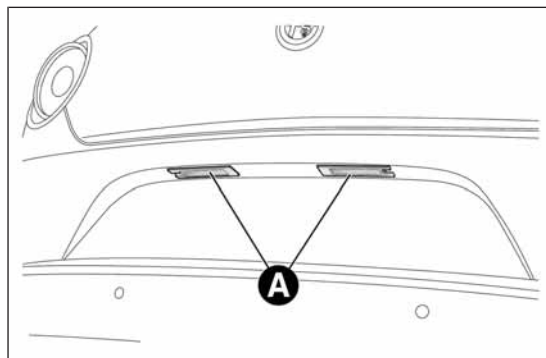

fig. 141
- ☐ extraer los grupos de la luz de la matrícula A fig. 141;